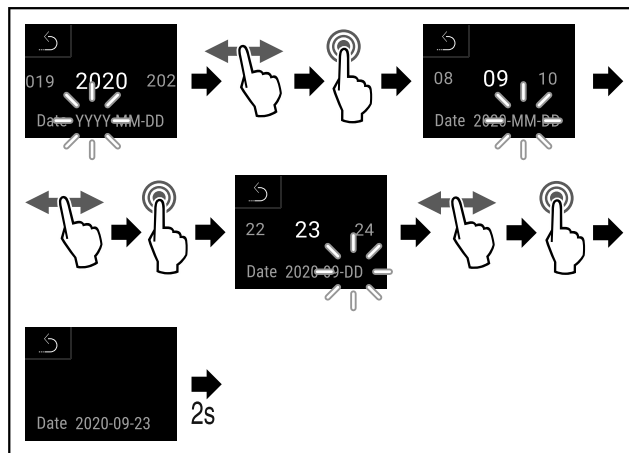

Fig. 107
- Stappen (zie Fig. 107) uitvoeren.